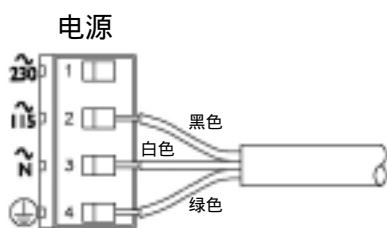

图 2-16
- 无字母前缀序列号分析仪的 TB3 上的“ground symbol”（接地符号）接线端 1（图 2-16、2-17 或 2-18）